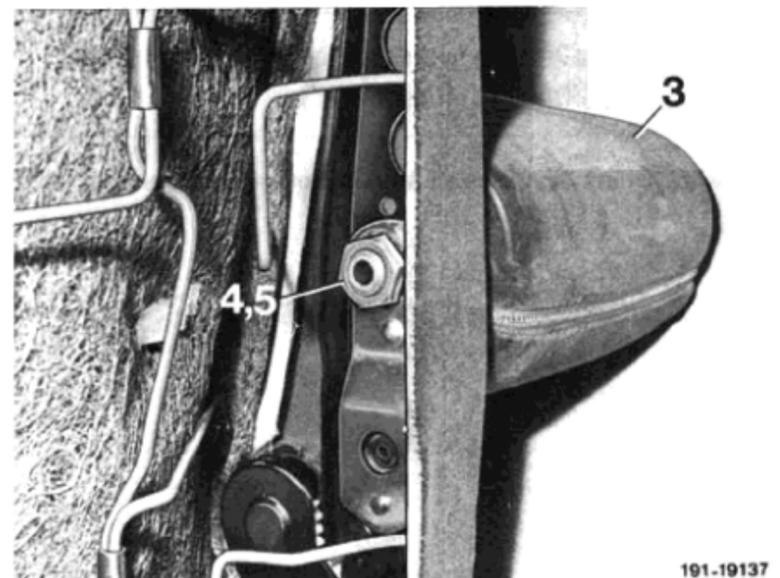

Bild 3
- 7 Loch für Lager und Verdrehsicherung in den Bezug stoßen. Anschließend Armlehne mit Lager anschrauben (Bild 3).